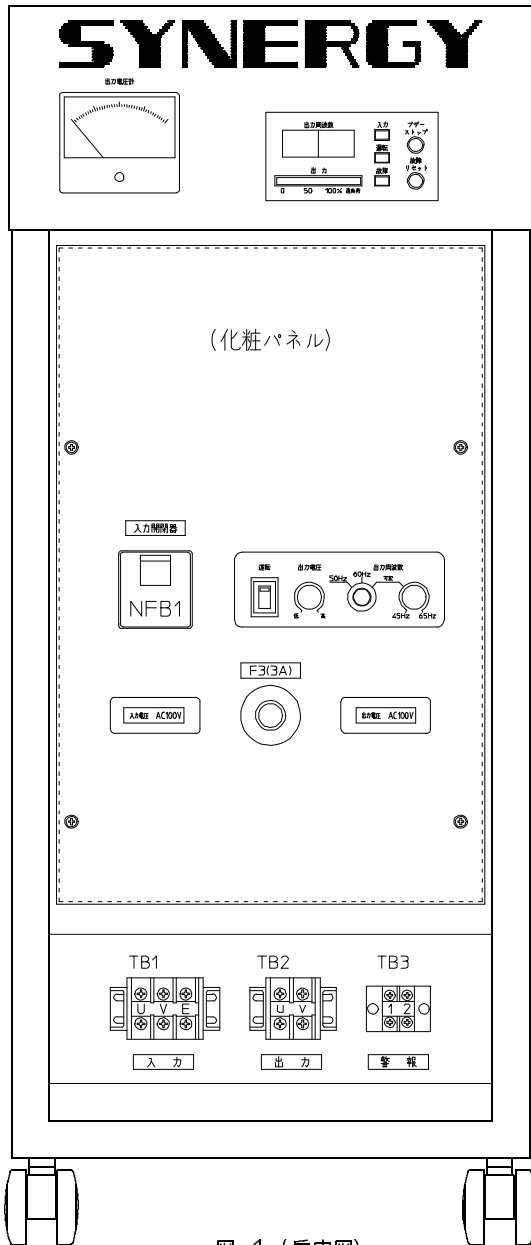
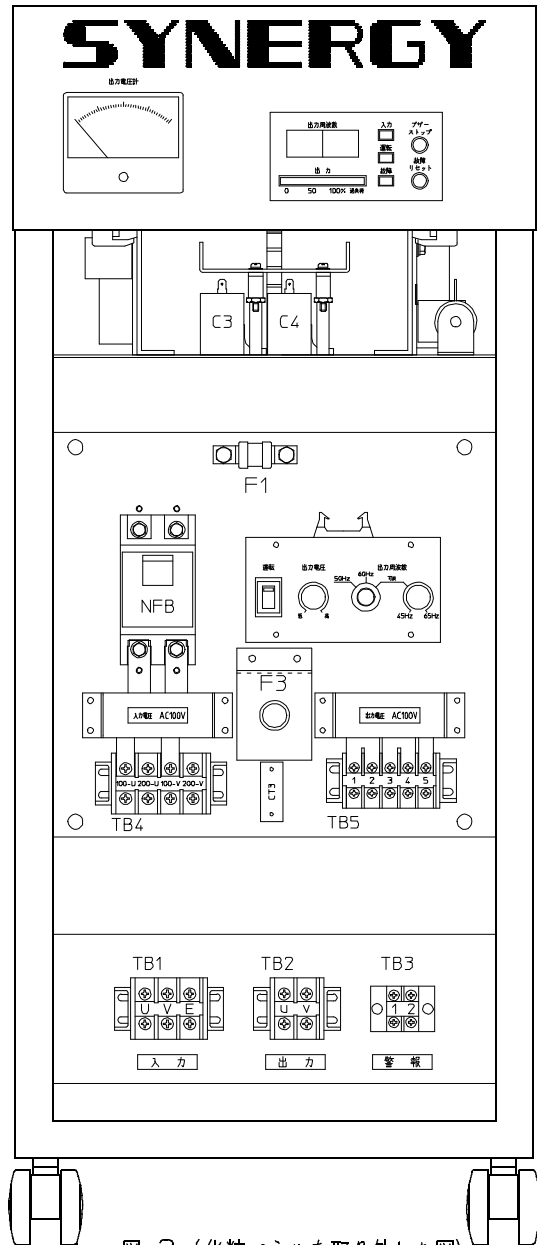
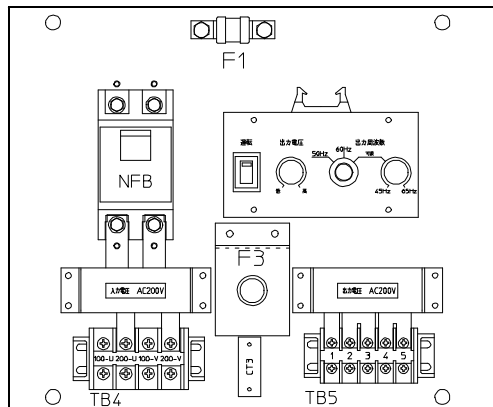

図 1 (扉内図)
図 2 (化粧パネルを取り外した図)
図 3
- 1 図1の化粧パネルを4箇所(M4ビス)を取り外すと、図2の様に入力電圧及び出力電圧表示板が現われます。
備考 図2は入力電圧100V,出力電圧100Vを示し図3は入力電圧200V,出力電圧200Vを示します。